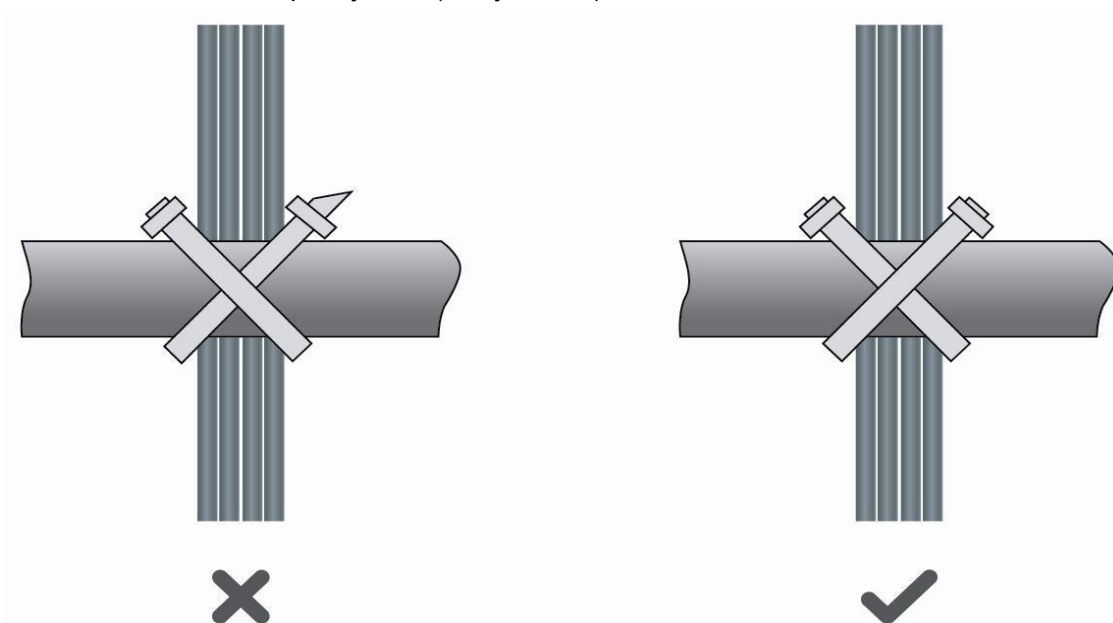

Рисунок 21. Стяжка проводов (2)
- После стяжки кабелей отрежьте оставшуюся часть хомута. Срез должен быть гладким, без острых углов (Рисунок 21).